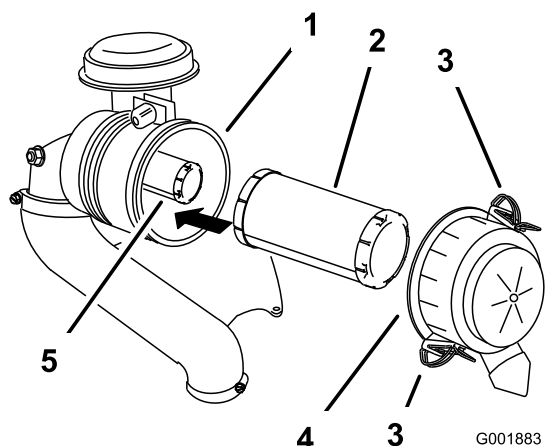

Figura 45
2. Liberte os trincos do filtro de ar e empurre a tampa do filtro de ar para fora da estrutura do filtro (Figura 45).
4. Deslize suavemente o filtro principal para fora da estrutura do filtro (Figura 45).
2. Se substituir o filtro de segurança, deslize-o cuidadosamente para o corpo do filtro (Figura 45).
3. Deslize cuidadosamente o filtro principal sobre o filtro de segurança (Figura 45).
5. Instale a cobertura do filtro de ar com o lado indicado como **up** virado para cima e prenda os trincos (Figura 45).